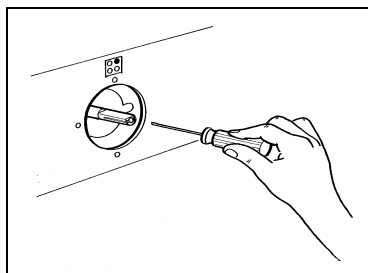
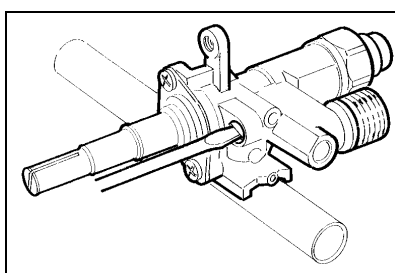

Fig. 17
Fig. 18
3. Se la cucina non è dotata di valvole di sicurezza sui bruciatori del piano inserire un piccolo cacciavite a lama nel foro dell'astina del rubinetto (Fig.17) e ruotare a destra o a sinistra la vite di strozzamento finché la fiamma del bruciatore sia regolata convenientemente al minimo; se la cucina è dotata di valvole di sicurezza la vite di strozzamento non è situata nel foro dell'astina, ma sul corpo del rubinetto (Fig.18).